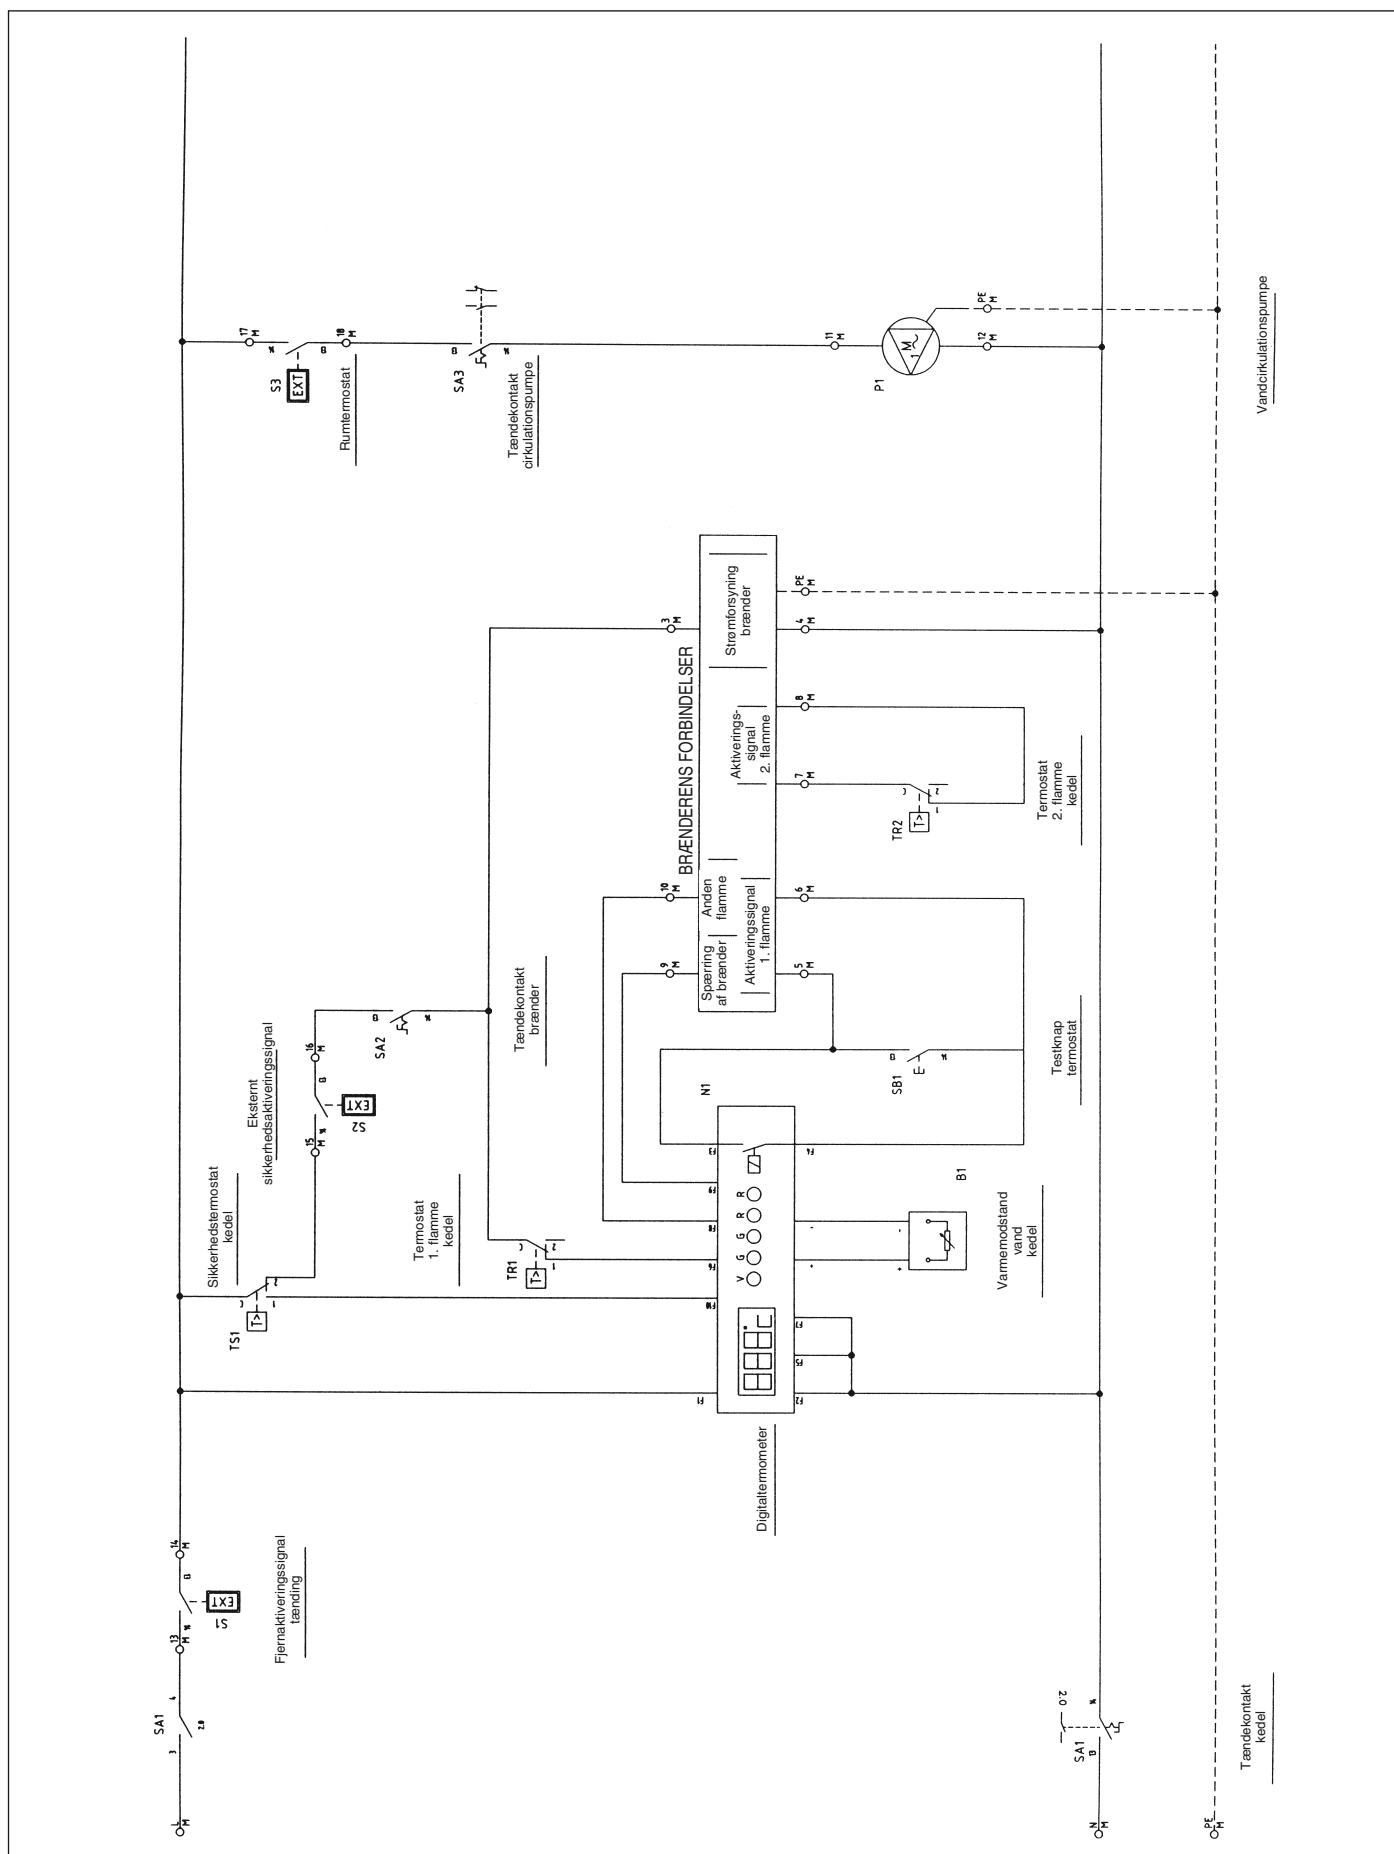

Fig. 17
9.4 Rengøring af kedlen (Fig. 17)